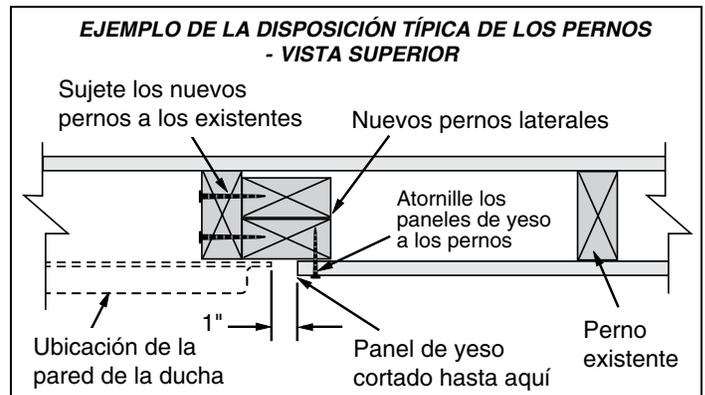

Figura 3
- 2 Instale los pernos para dar soporte para la unión de la brida y los paneles de yeso. (figura 3)